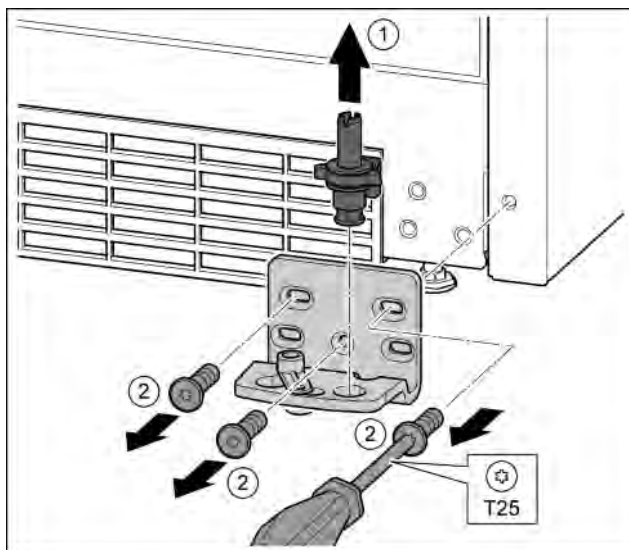

Fig. 15
- ▶ Izvucite podložak ležaja kompletno prema gore. *Fig. 15 (1)*
- ▶ Odvijačem T25 odvijte vijke i skinite podložak ležaja. *Fig. 15 (2)*